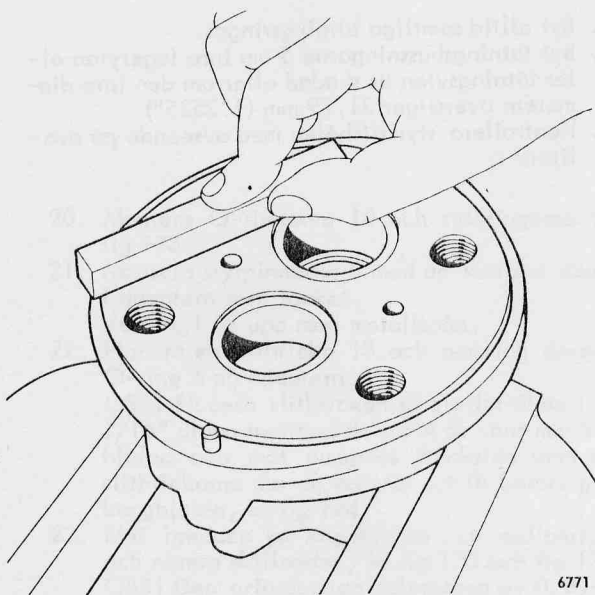

Fig 168.
11. Avlägsna med ett bryne alla repor och grader från de bearbetade ytorna på adaptorn 17, mellanstycket 16, locket 14, kugghjulens sidor och kuggtoppar, se fig 168, 169 och 170.